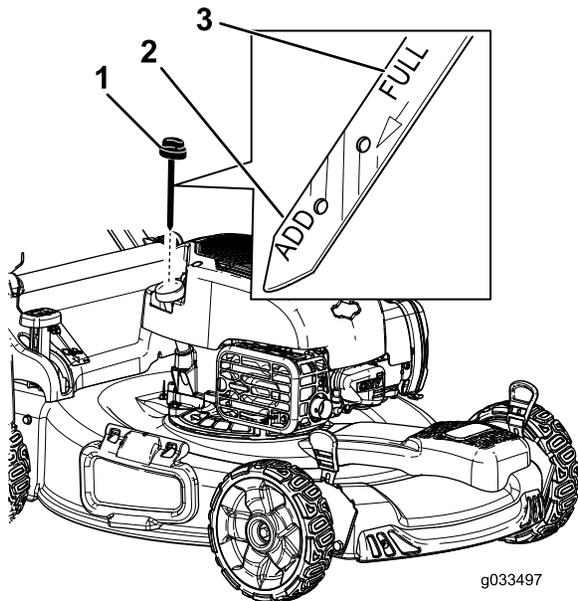

図 14
2. キャップを左に回してディップスティックを抜き取る 図 14。
5. ディップスティックの目印で油量を点検する 図 14。